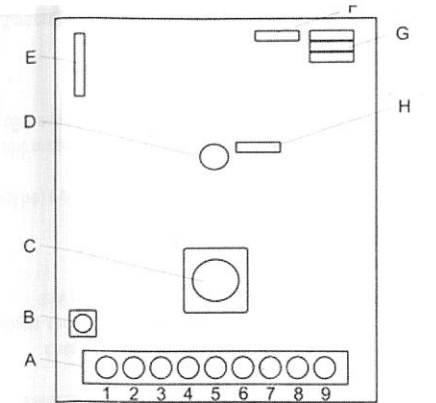

Fig. 2:
9. Forbind trådene med tilslutningsterminalerne (Fig. 2).